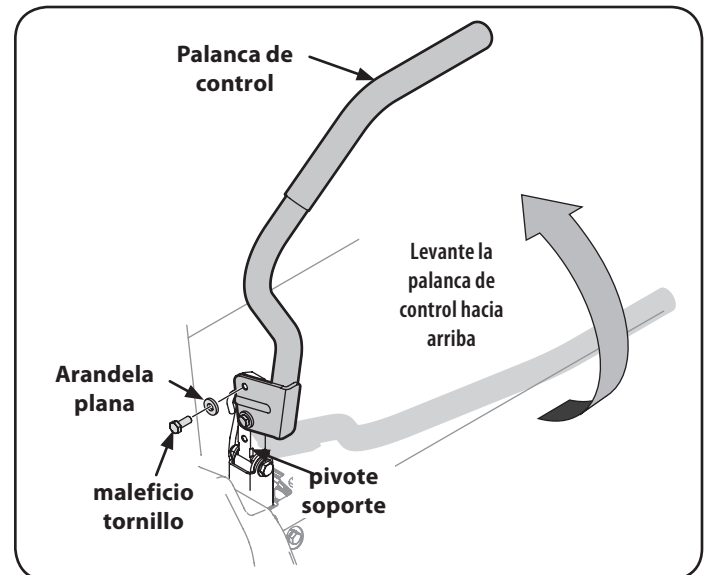

Figura 2
2. Elevación y giro de que la palanca de control hacia arriba hasta que el orificio de la ranura en el soporte de la palanca se alinea con uno de los orificios del soporte de pivote. Véa Figura 2.